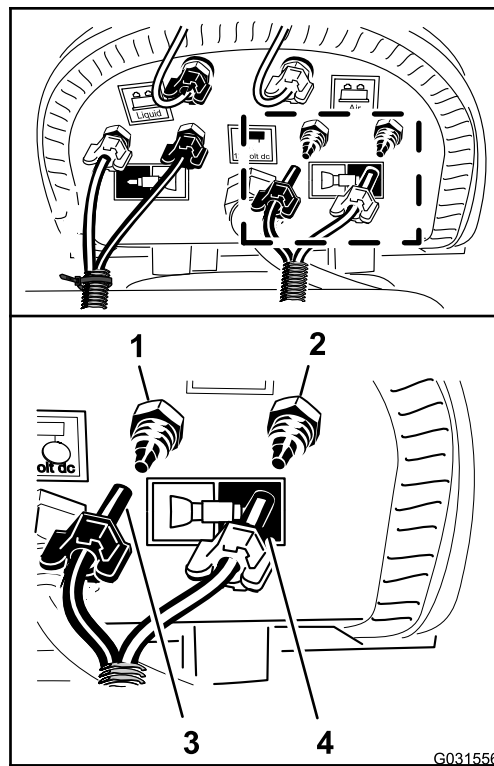

図 143
5. マークの付いていないケーブルタイの付いていないチューブ束で、左側ブーム用の青色チューブを左側ブーム用給水部の圧縮フィッティングに取り付ける 図 143。
6. チューブの圧縮ナットをフィッティングに嵌め、ナットを手締めする 図 143。
7. 左側ブーム用の透明チューブを左側ブーム用エア供給部の圧縮フィッティングに取り付ける 図 143。
8. チューブの圧縮ナットをフィッティングに嵌め、ナットを手締めする 図 143。